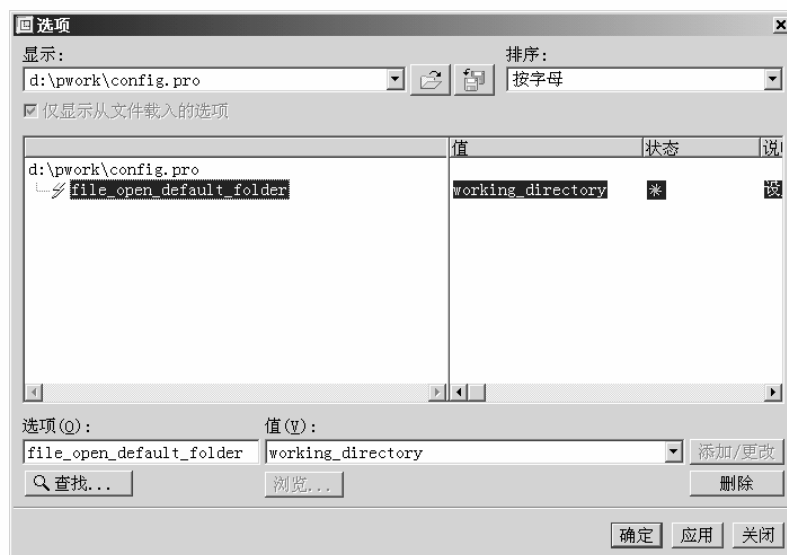

图 1.1.5 设置“file\_open\_default\_folder”选项为“working\_directory”值
2. Pro/ENGINEER Wildfire 3.0 软件能够记忆上次打开文件的位置,如果要打开文件的默认位置设置为自己的工作目录,则可以在主菜单中选择【工具】|【选项】命令,在打开的【选项】对话框中设置“file\_open\_default\_folder”选项为“working\_directory”值,如图 1.1.5 所示。